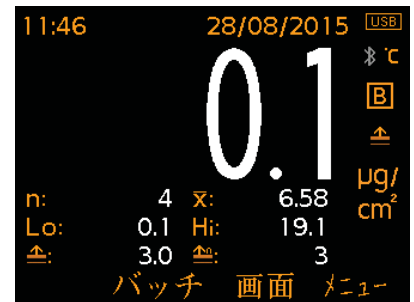

図3: 読み取り値 x1と選択された統計
- 選択された統計（図3）：画面→統計→統計を選択で指定した統計値を8個まで表示します。次の中から選択できます。読み取り値の数、平均値、読み取り値の最大値と最小値、変動幅、標準偏差、変動係数、制限値、制限値を超える読み取り値の数